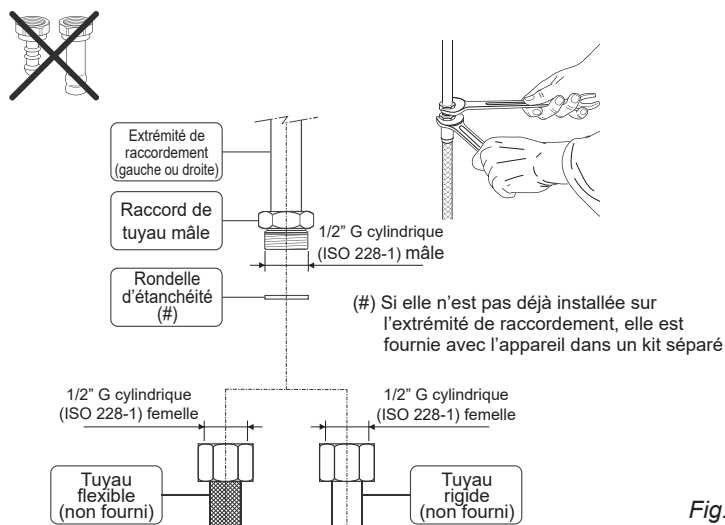

Fig. 2.3
- si vous utilisez un tuyau flexible avec embouts mécaniques, prenez la précaution d'utiliser 2 clefs pour le vissage des pièces (fig. 2.3).
- pour visser le tuyau rigide ou flexible, prenez la précaution d'utiliser 2 clefs (fig. 2.3).